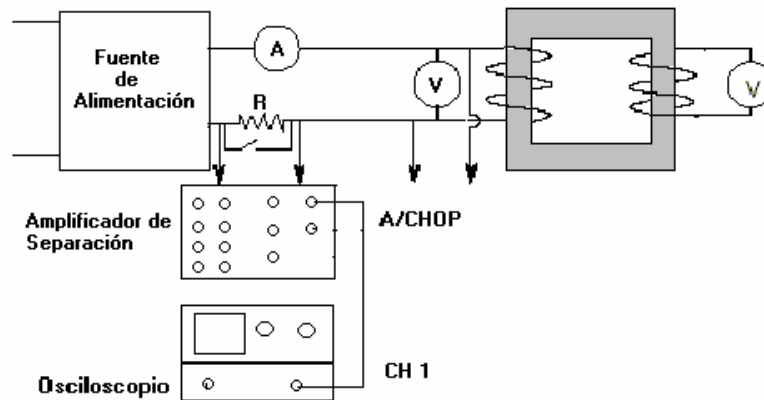

Figura 4
- 2- Conecte el canal I del osciloscopio con el amplificador de separación para observar las señales en los puntos indicados como se muestra en la figura 4.